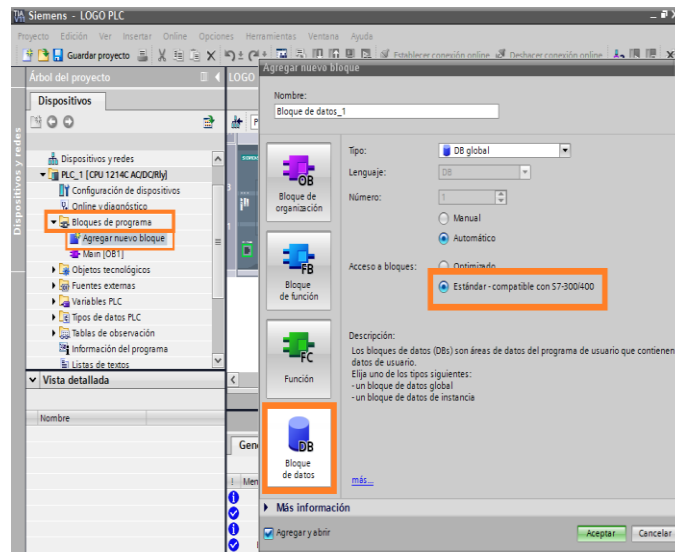

Figura 93: Bloque de datos.
11. En dispositivos dar clip en “Agregar un nuevo bloque” Figura 93, seleccionar “Bloque de datos”, cambiar los parámetros a “DB global”, “Estándar- compatible con S7-300/400” y damos un clip en aceptar.